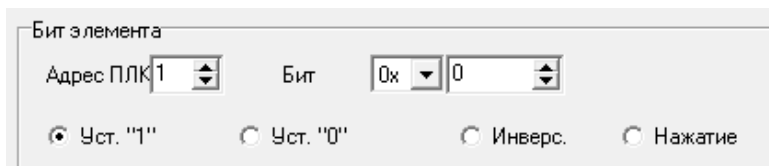

Рис. 4.9. Параметры настройки бит
10. При выборе позиции «Бит» активируется группа полей «Бит», в которой следует задать функцию, которая будет выполняться при нажатии (см. рис. 4.9).